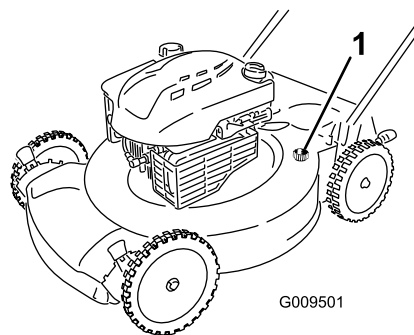

Рисунок 31
5. Присоедините садовый шланг, подключенный к источнику воды, к отверстию для промывки в корпусе газонокосилки (Рисунок 31).